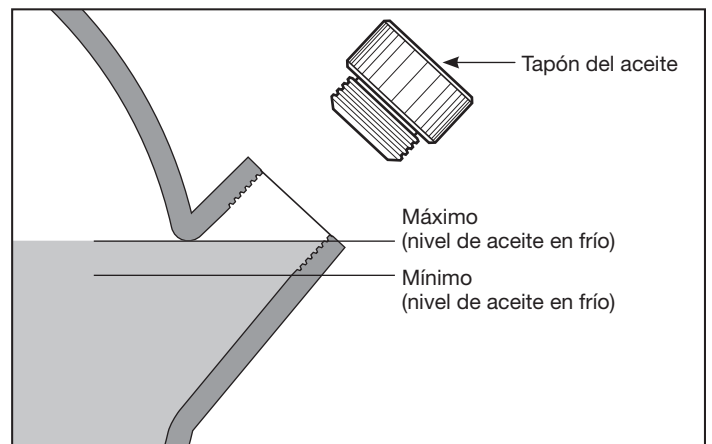

Figura 7 - Nivel de Aceite
⚠ PRECAUCIÓN *ESTA UNIDAD UTILIZA ACEITE. Antes de poner en funcionamiento el compresor, revise el nivel del aceite (ver Figura 7).*
INSPECCIÓN DEL NIVEL DE ACEITE (ver Figura 7)
5. Si es necesario, llene con el mismo tipo y marca de aceite hasta el nivel máximo (ver la Figura 7 y la sección de lubricación).
1. Verifique el nivel del aceite (ver Figura 7).